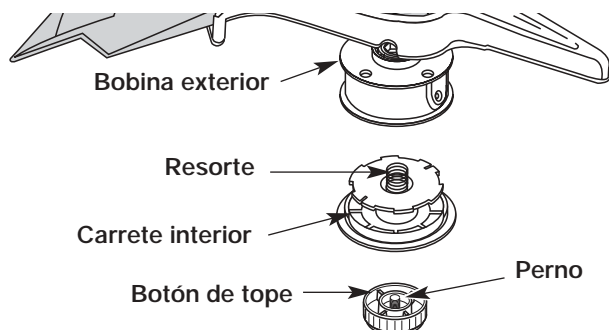

Fig. 32
1. Sostenga la bobina exterior con una mano y desenrosque el botón de tope en sentido antihorario (Fig. 32). Inspeccione el perno de adentro del botón
2. Saque el carrete interior de la bobina exterior (Fig. 32).
3. Saque el resorte del carrete interior (Fig. 32).
1. Sostenga la bobina exterior con una mano y desenrosque el botón de tope en sentido antihorario (Fig. 32). Inspeccione el perno dentro del botón de tope para verificar que se mueva con libertad. Cambie el botón de tope si está dañado.
2. Saque el carrete interior viejo de la bobina exterior (Fig. 32).
3. Saque el resorte del carrete interior viejo (Fig. 32).